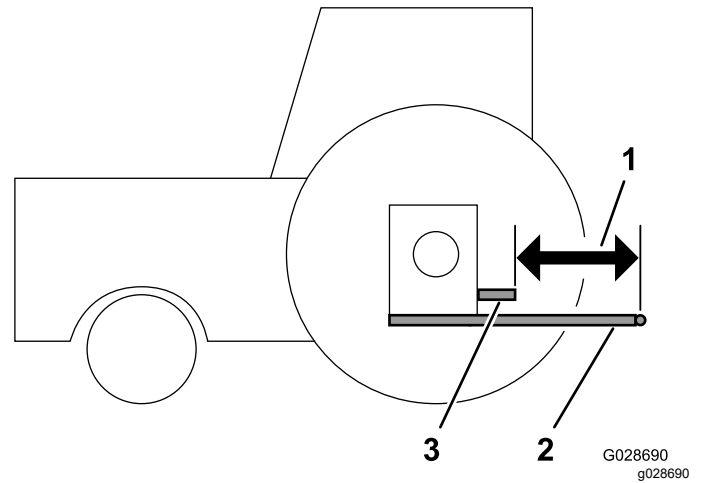

図 9
1. 左右のトレーリングアームの先端に直定規を当てて、その位置から PTO 出力シャフトの先端までの距離を測ってください 図 9。
2. PTO 出力シャフトの端部から下側トレーリングの取り付け位置までの距離を測定する 図 9。測定結果をここに記録